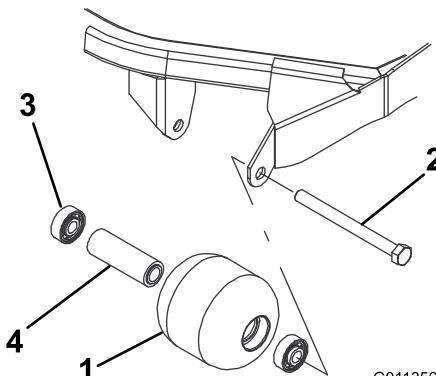

Figura 68
1. Retire el perno de montaje del rodillo (Figura 68).
4. Inspecione el alojamiento del rodillo, los cojinetes, y el espaciador del cojinete (Figura 68).
1. Introduzca a presión el primer cojinete en el alojamiento del rodillo (Figura 68). Haga presión solamente sobre el anillo de rodadura exterior, o de forma igual sobre el anillo exterior y el interior.
2. Introduzca el espaciador (Figura 68).
3. Introduzca a presión el segundo cojinete en el alojamiento del rodillo (Figura 68), haciendo presión de manera uniforme sobre el anillo de rodadura interior y el exterior hasta que el anillo de rodadura interior entre en contacto con el espaciador.